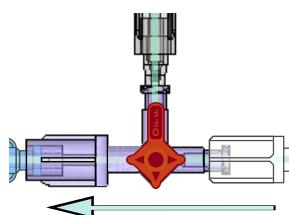

Bild 6 – Spolning med koksaltlösning (besparing AV)
- a. Vid spolning med koksaltlösning vrider du DyeVert Power XT-kranen AV mot *kranen för ventilval*. (Se bild 6)